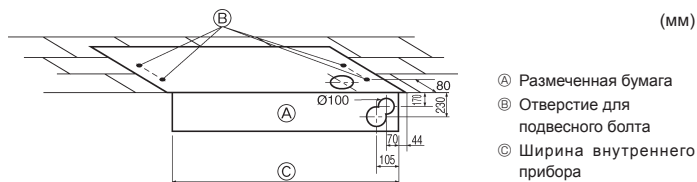

Fig. 3-3
3) Определение мест размещения подвесных болтов и трубных линий (Fig. 3-3)